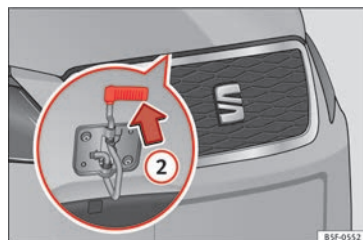

Abb. 10 Hebel unter der Motorraumklappe. »»
• Heben Sie die Motorraumklappe an. Drücken Sie die Wippe unterhalb der Motorhaube nach oben » Abb. 10 ②. Dabei wird der Fanghaken entriegelt.